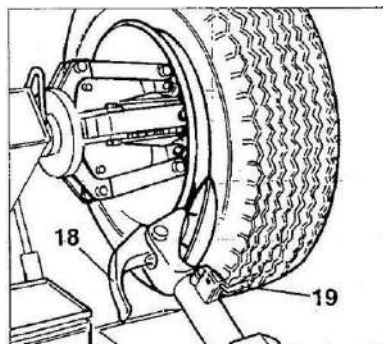

Рисунок 17
- 7) С помощью нижнего джойстика (15, Рисунок 11), наклоните держатель инструмента в «нерабочее» положение; переместите и зафиксируйте его во внутреннем положении (Рисунок 17).
Во время этой операции КРЮК (18, Рисунок 17) можно поднять так, чтобы он не мешал.